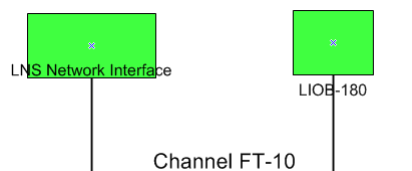

Abbildung 99: Das L-IOB Gerät wurde in die Zeichnung eingefügt
10. Letztendlich bekommen Sie das Gerät zum Einfügen in die Zeichnung, siehe Abbildung 99.
Dieser Abschnitt beschreibt den Austausch eines L-IOB Geräts in Ihrer LNS-Datenbank. Das diskutierte Beispiel geht von einem LIOB-180 aus, ist aber generell für alle Modelle anwendbar. Die Beschreibung richtet sich nach dem Programm LonMaker TE. In Abbildung 99 ist zu sehen, dass unser Gerät ‚LIOB-180‘ in der LNS-Datenbank heißt.